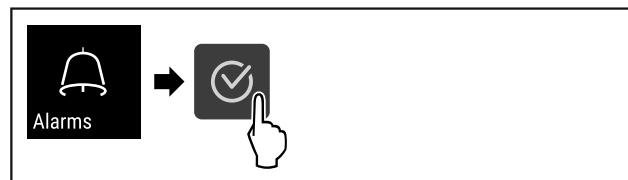

Fig. 123
- ▶ Провести етапи операцій (див. Fig. 123).